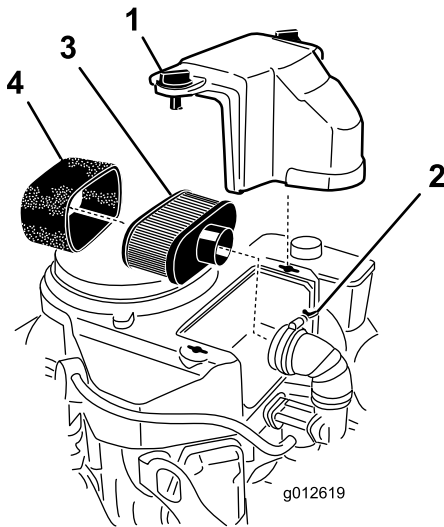

Bild 38
3. Reinigen Sie den Bereich um den Luftfilter herum, um zu verhindern, dass Schmutz in den Motor fällt und Schäden verursacht (Bild 38).
4. Lockern Sie die Handräder der Abdeckung und nehmen die Luftfilterabdeckung ab (Bild 38).
5. Lösen Sie die Schlauchklemme und entfernen Sie den Luftfilter (Bild 38).
6. Ziehen Sie den Schaumstoffeinsatz vorsichtig vom Papiereinsatz (Bild 38) ab.
1. Reinigen Sie den Papiereinsatz durch leichtes Klopfen, um Staub herauszurütteln. Wechseln Sie den Papiereinsatz aus, wenn er sehr schmutzig ist (Bild 38).
1. Schieben Sie den Schaumstoffeinsatz vorsichtig auf den Papiereinsatz (Bild 38).
2. Schieben Sie den Luftfilter auf das Luftfilterunterteil oder den Schlauch und befestigen ihn (Bild 38).
3. Setzen Sie die Abdeckung des Luftfilters auf und ziehen Sie das Handrad der Abdeckung fest (Bild 38).